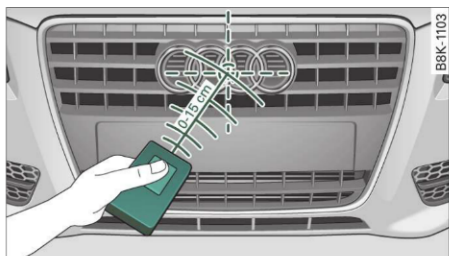

Fig. 167 Grila radiator
6. Mențineți **emițătorul original** aproximativ în mijlocul grilei radiatorului autovehiculului ⇒ fig. 167.
- Țineți **emițătorul original** al dispozitivului de acționare a porții garajului sau al altor dispozitive, direct în centrul grilajului ventilatorului ⇒ *pagina 153*, fig. 167. Distanța necesară depinde de sistemul pe care vreți să-l programați.